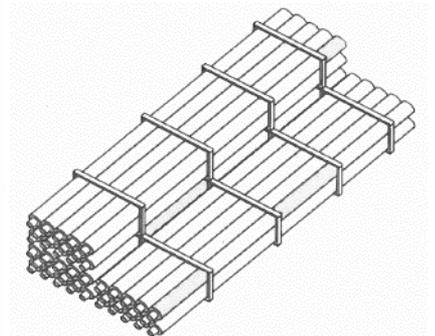

Fig.3
- Les barres droites doivent être posées sur une surface plane et ne doivent pas pouvoir rouler sur le sol (fig.3),